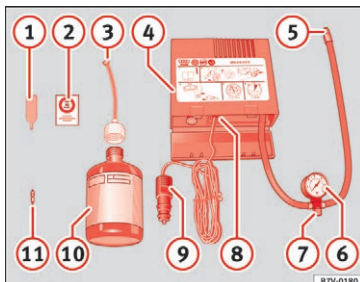

Fig. 67 Havarisættets dele
- Skru ventilhætten og ventilkeglen af dækventilen. Anvend værktøjet til afmontering af ventilkegler » Fig. 67 -ventilkegle- til at skrue ventilkeglen ud. Læg ventilkeglen på et rent underlag.
- Ryst flasken med dæktætningsmiddel kraftigt » Fig. 67 10.
- Skru påfyldningsslangen » Fig. 67 3 på flasken med dæktætningsmiddel. Folien på lukningen bliver automatisk brudt.
- Fjern proppen fra påfyldningsslangen » Fig. 67 3, og sæt den åbne ende helt på dækventilen.
- Skru ventilkeglen ind i dækventilen igen med værktøjet til afmontering af ventilkegler » Fig. 67 1.
- Skru luftkompressorens påfyldningsslange » Fig. 67 5 fast på dækventilen.
- Kontroller, om luftaftapningsskruen » Fig. 67 7 er lukket.
- Sæt stikket » Fig. 67 9 ind i bilens 12-volts-stikdåse » Side 149.
- Tilslut luftkompressoren med tilslutnings- og afbryderkontakten » Fig. 67 8.